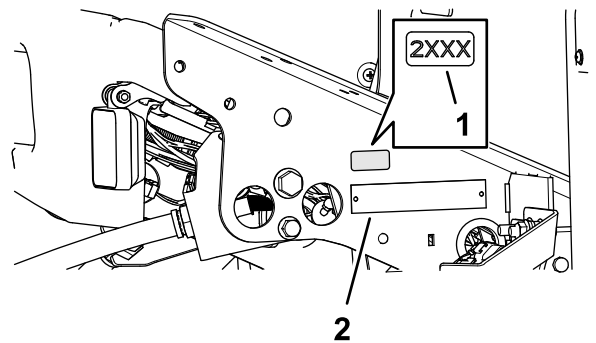

Рисунок 36
- Очистите поверхность в зоне кронштейна пола рядом с табличкой с серийным номером протирочным спиртом и чистой ветошью и дайте кронштейну высохнуть (Рисунок 36).